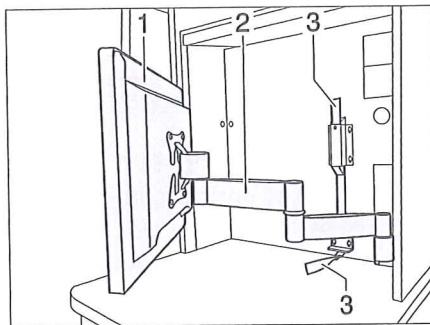

Bild 58 Platt bildskärm med ledad arm
- Dra i textilbandet (Bild 58,3) för att lossa den ledade armen (Bild 58,2).
- Sväng den platta bildskärmen (Bild 58,1) till önskad position.